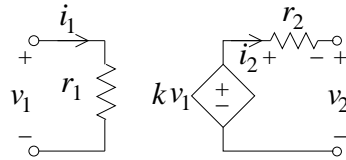
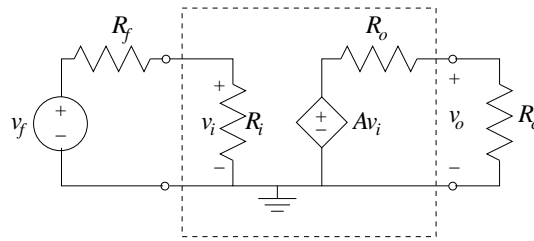
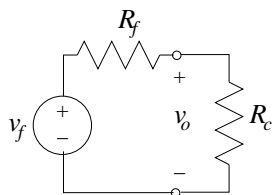

Figura 2.7: FTCT no ideal
Figura 2.13: Circuito con amplificador de tensión
Figura 2.15: Fuente de tensión real con carga  $R_c$
Más generalmente, una FTCT se puede modelar como la red de 2-Puertos de la Figura 2.7. A este modelo circuital de 2-Puertos también se le llama *amplificador de tensión* (*voltage amplifier* en inglés). A  $k$  se le conoce con el nombre de *ganancia de tensión en lazo abierto* (como ya dijimos, en este caso, se puede expresar sin unidades o con unidades de  $[V]/[V]$ ). Tenemos una resistencia de entrada  $r_1 < \infty$ , de forma tal que
**3 Ejemplo (Amplificador de tensión)** En la Figura 2.13 se muestra un circuito con una fuente  $v_f$  con resistencia interna  $R_f$ , un amplificador de tensión (véase la Figura 2.7) y una *carga*7 (*load* en inglés). La constante  $A$  es la ganancia de tensión en lazo abierto.
TIPS-LAB: la ventaja de emplear el circuito de la Figura 2.13, en lugar de conectar la fuente directamente a la carga (véase la Figura 2.15), es cuando la resistencia de la fuente  $R_f$  es más grande que la resistencia de carga  $R_c$ . En este caso la ganancia
Sería preferible que se tuviera un amplificador (encerrado por un rectángulo en la Figura 2.13) con una alta resistencia de entrada  $R_i \gg R_f$  y una baja resistencia de salida  $R_o \ll R_c$ , aunque la ganancia  $\frac{v_o}{v_f}$  sea pequeña o incluso unitaria. Esto permite en cierta forma *aislar* los efectos de la resistencia de salida sobre la fuente de tensión a la entrada. A este tipo de amplificadores se les llama *búfer* (*buffer amplifier* en inglés).